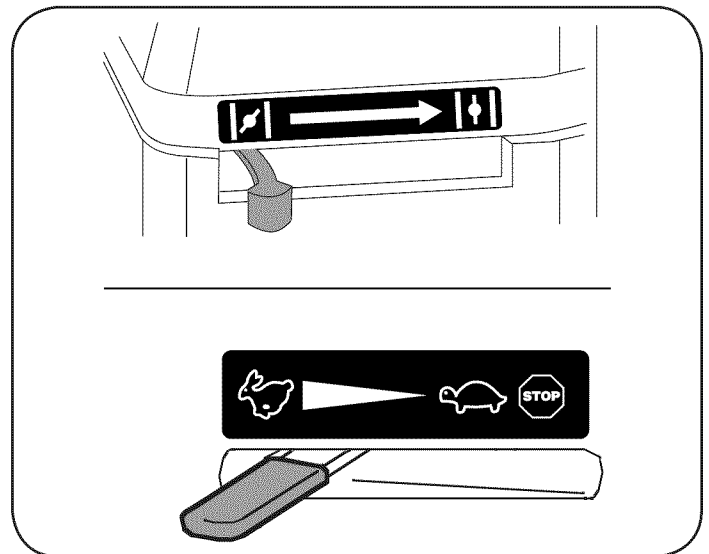

Figura 11
6. Mueva la palanca del cebador del motor a la posición CHOKE (Si el motor está tibio puede no ser necesario cebarlo). Vea la Figura 11.
7. Mueva la palanca de control del regulador a la posición START/RUN (encendido / funcionando, representado por una liebre). Vea la Figura 11.